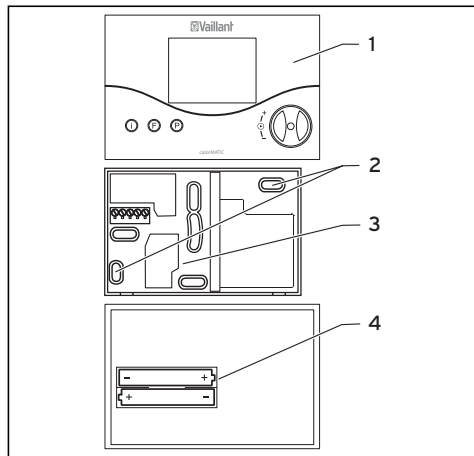

Abb. 9.3 Montage des Raumtemperaturreglers
- Ziehen Sie die den Raumtemperaturregler (1) vom Wandsockel (3) ab.
- Bringen Sie zwei Befestigungsbohrungen (2) mit Durchmesser 6 mm (entsprechend Abb. 9.3) an und setzen Sie die mitgelieferten Dübel ein.
- Legen Sie die beiliegenden Batterien in das auf der Rückseite des Reglers befindliche Batteriefach (Abb. 9.3, Pos. **4**) ein. Achten Sie dabei auf die richtige Polung der Batterien. Schließen Sie das Anschlusskabel gemäß Kapitel 10 an.